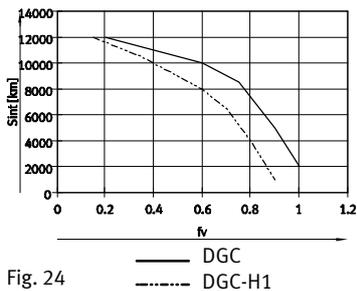

Fig. 24
- Рассчитайте сравнительный коэффициент нагрузки  $f_v$  по формуле для комбинированных нагрузок (→ “Технические характеристики”) и определите интервал смазки  $S_{int}$  по Fig. 24.